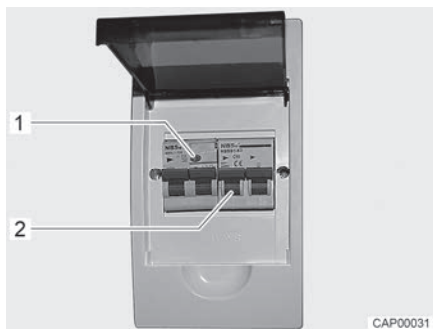

Bild 75 230 V-säkringslåda med ledningsskyddsbrytare och FI-brytare
En jordfelsbrytare (FI-brytare) i säkringslådan skyddar hela fordonet mot läckström (0,03 A). Den efterkopplade ledningsskyddsbrytaren (10 A) (Bild 75,2) säkrar 230 V-nätet.
- När fordonet är anslutet till 230 V-försörjningen: Tryck på kontrollknappen (Bild 75,1). Jordfelsbrytaren måste lösa ut.